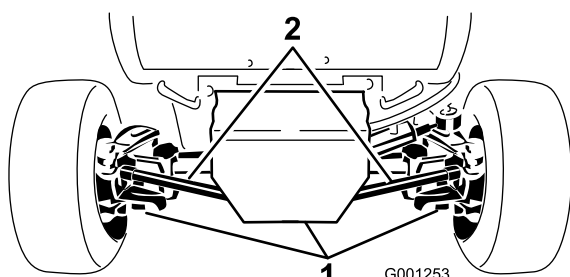

Figura 54
2. Pulite attorno ai tre tappi di spurgo, uno per lato ed uno in centro (Figura 54).